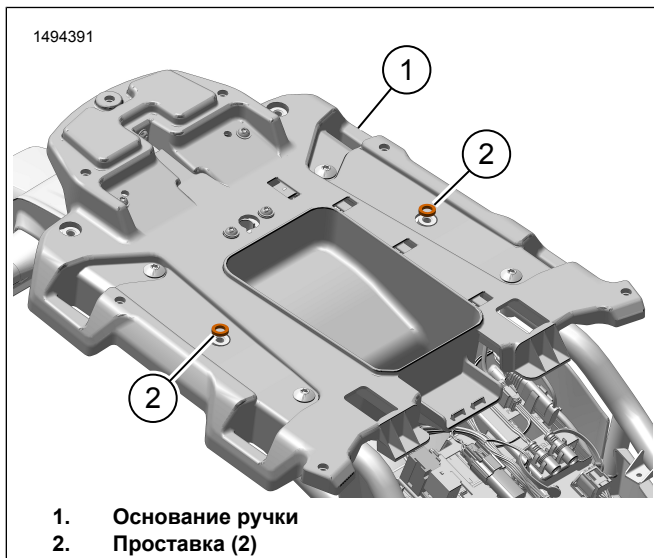

Рисунок 7. Проставки
6. См. рис. 7. Установите проставки (2) в основание ручки (1).